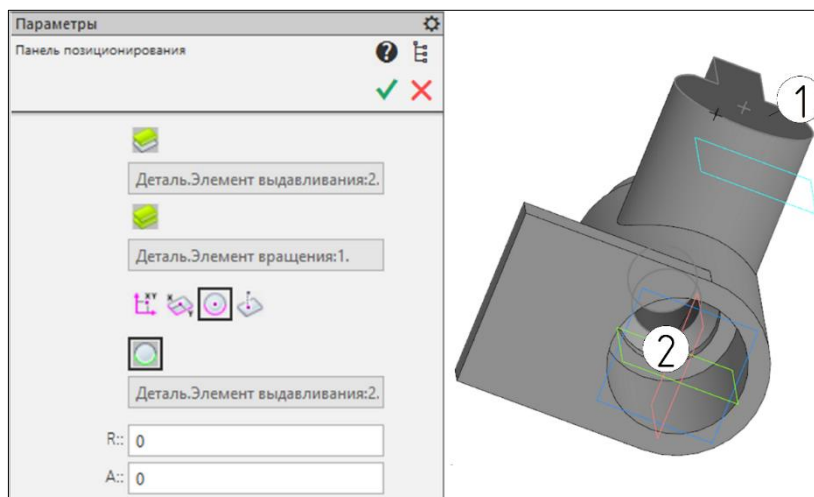

Рис. 45
Окно *Стандартные изделия* закроется, а на месте панели *Параметры* появится *Панель позиционирования* (рис. 45). Система ожидает выбора начальной поверхности. Выберите плоскую грань 1 (см. рис. 45). Система ожидает выбора конечной поверхности. Разверните модель так, чтобы можно было выбрать внутреннюю поверхность, до которой выполняется моделируемое отверстие (2). Укажите ее щелчком левой кнопки мыши.
Для того чтобы задать положение центра отверстия, включите опцию *Центр круглого ребра*  и укажите круглое ребро торца выхода корпуса (1) (см. рис. 45).